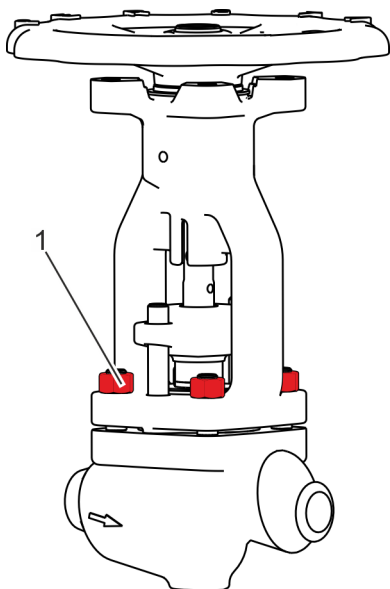

Fig. 47: Atornillar el bonete
- 31.** ▶ Atornille el bonete enroscando las tuercas (Fig. 47/1) en los espárragos roscados del cuerpo de la válvula sin apretarlas del todo.